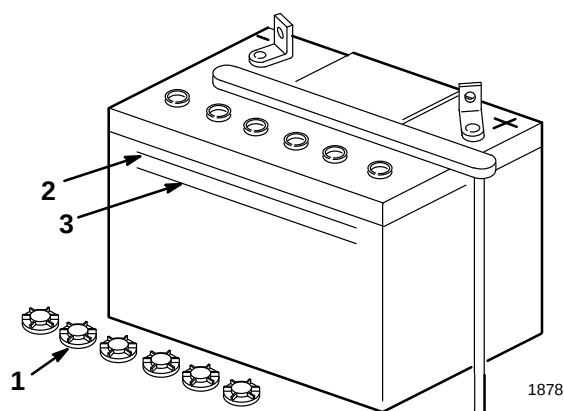

Abbildung 21
2. Auf die Seite der Batterie sehen. Die Füllsäure muß bis zur OBEREN Linie reichen (Abb. 21). Die Säure darf nicht unter die UNTERE Linie fallen (Abb. 21).
2. Die Verschlussdeckel losschrauben (Abb. 21).
3. Langsam in jede Batteriezelle destilliertes Wasser gießen, bis der Flüssigkeitsstand die OBERE Linie (Abb. 21) am Batteriegehäuse erreicht.